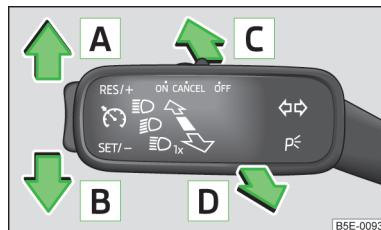

Fig. 29
» Tire de la palanca de intermitentes y luz de carretera hacia el volante y empuje hacia abajo » fig. 29 de la página 60.
- Tire de la palanca de intermitentes y luz de carretera hacia el volante y empujar hacia arriba » **fig. 29** de la página 60.
Posiciones de la palanca de mando » **fig. 29**